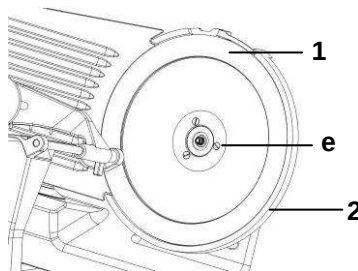

Рис.10
- o Для того чтобы снять нож, ослабить 3 регулировочных винта (e) с помощью соответствующей отвертки (рис. 10), осторожно снять нож.
- o Кожух ножа (3) и нож (1) промыть теплой водой с нейтральным моющим средством. Использовать для этого губку, входящую в комплект со щеткой для чистки или мягкую салфетку. Прополоскать в чистой воде.
- o Промыть защитное кольцо ножа (2) в теплой воде с небольшим количеством моющего средства. Промыть чистой водой.